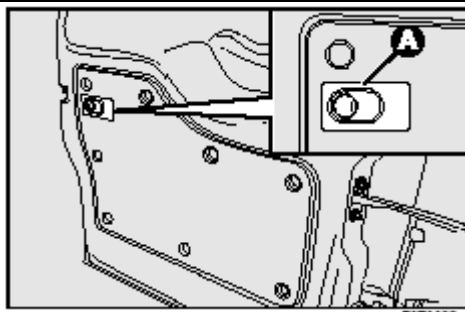

рис. 79
- Нажать на устройство **A** – **рис.. 79** расположенное во внутренней части правой створки двери;